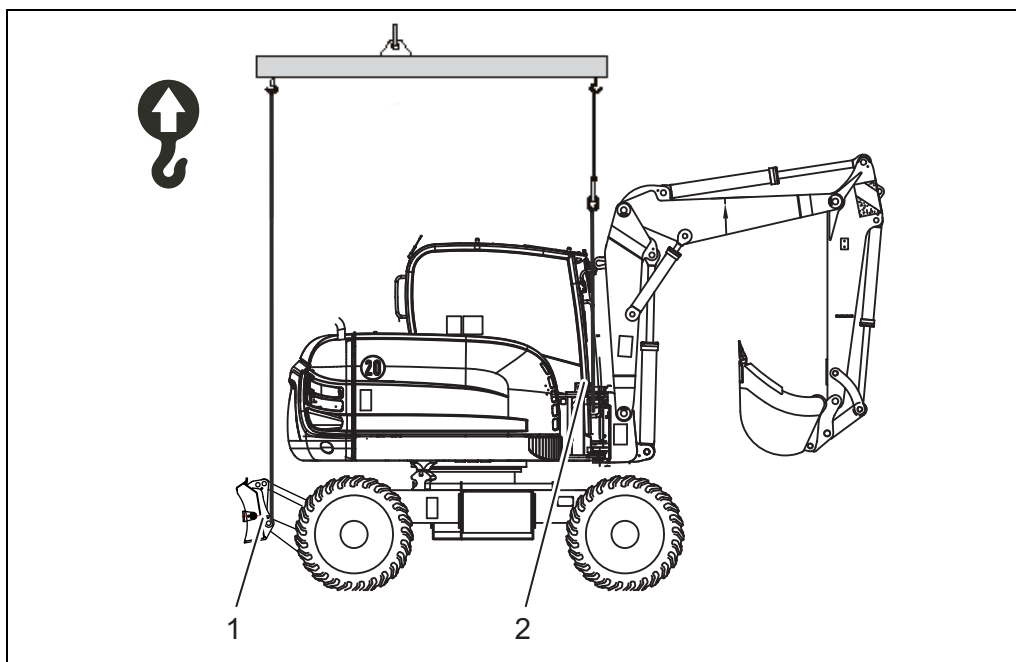

Bild 8-4 Lastning av maskinen med kran
- ◆ Kör upp utliggaren till angiven höjd (bild 8-4).
- ◆ Fäst maskinen ordentligt i de föreskrivna, markerade punkterna (bild 8-4) med ett 3-punktslyftverktyg.